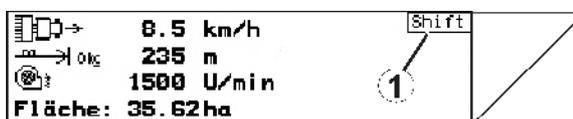

Fig. 10
- Si la tecla Shift está activa, se indica en la pantalla (Fig. 10/1).